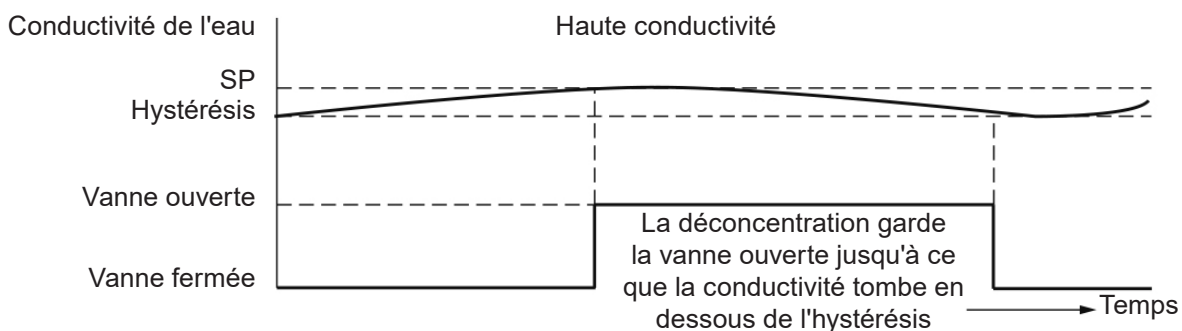

Fig. 19 - Régulation Tout-ou-Rien sans purge
Utilisé lorsque la sonde est montée dans la chaudière. La sonde est capable de surveiller en permanence la conductivité de la tige de sonde à l'enveloppe de la chaudière. Lorsque la valeur TDS / conductivité dépasse le point de consigne (SP), la vanne s'ouvre et reste ouverte jusqu'à ce que la valeur TDS / conductivité tombe en dessous de l'hystérésis. Voir la figure 19.